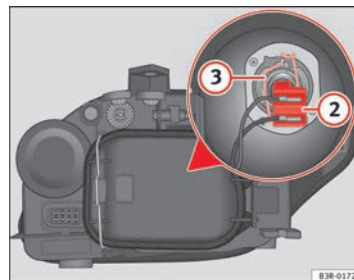

Fig. 199 Feux de croisement
- Retirez le connecteur ⇒ fig. 199 ② de l'ampoule.
- Décrochez le ressort entrebâilleur ⇒ fig. 199 ③ en le pressant vers l'intérieur et vers la droite.